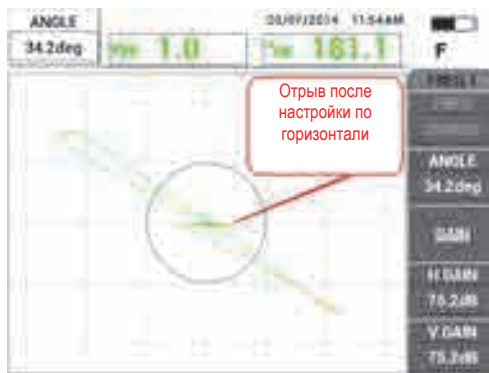

Рис. 5-56 Настройка сигнала по горизонтали
6. Нажмите клавишу ANGLE (), с помощью ручки регулятора настройте угол сигнала так, чтобы сигнал отрыва (движение ПЭП) был максимально горизонтальным (см. Рис. 5-56 на стр. 171).